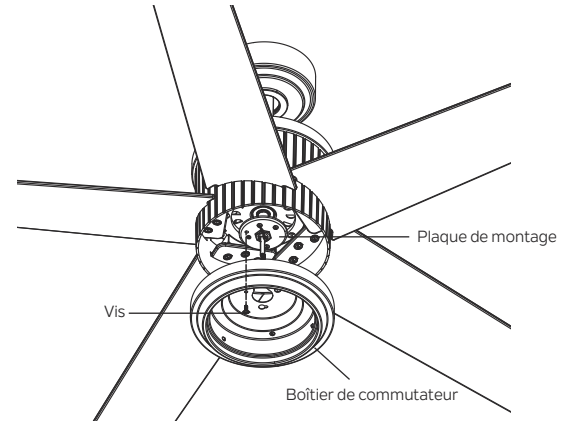

Fig. 19
**Étape 1.** Retirez la vis marquée d'une étiquette à points qui est préinstallée sur la plaque de montage et conservez-la pour une utilisation ultérieure. Desserrez les deux autres (ne les retirez pas). Placez les deux trous de fente sur le boîtier du commutateur sur les 2 vis précédemment desserrées depuis la plaque de montage. Faites pivoter le boîtier du commutateur jusqu'à ce qu'il se verrouille en place à l'extrémité étroite des trous de clé. Fixez en serrant les 2 vis précédemment desserrées et celle précédemment retirée. (Fig. 19)